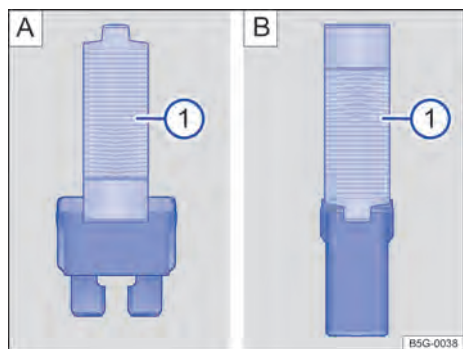

Fig. 156 Retirar ou colocar o fusível com a pinça de plástico: **A**: fusível plano, **B**: fusível de bloqueio.
→ Fig. 156 **A** ① da cobertura da caixa de fusíveis.
→ Fig. 156 **A** ① ou → Fig. 156 **B** ① lateralmente no fusível.
- Caso o fusível esteja queimado, substituir o fusível por um novo da *mesma* intensidade de corrente (mesma cor e inscrição) e do *mesmo* tamanho → ①.